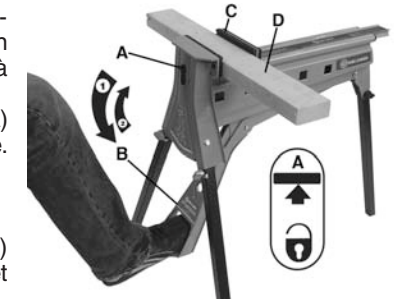

FIGURE 7
- 1) Positionnez le loquet de verrouillage/déverrouillage (A) Fig.7 en position déverrouillée en déplaçant le loquet vers le haut, reportez-vous à l'illustration à la Fig.7.
- 2) Appuyez sur la pédale de pied (B) et faites-la remonter pour libérer la force sur la pièce.
- 3) Poussez la mâchoire coulissante (C) et retirez la pièce de travail (D).